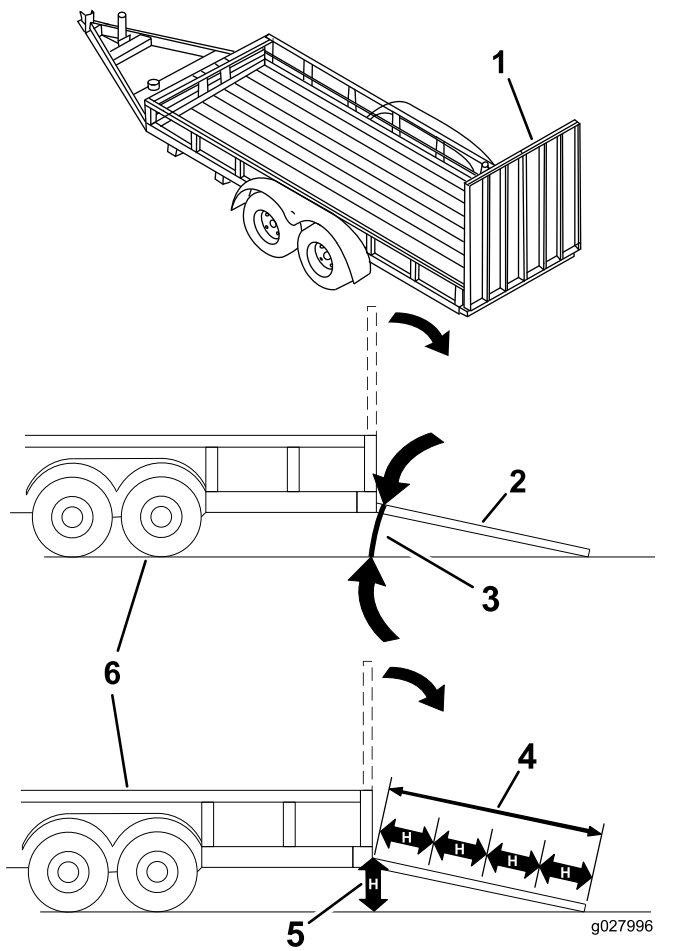

Figura 44
Quando si carica la macchina su un trailer o un autocarro si aumenta il rischio di ribaltamento, che può causare gravi ferite ed anche la morte (Figura 44).
1. Abbassate la rampa, assicurandovi che l'angolazione tra la rampa e il terreno non superi 15 gradi (Figura 44).